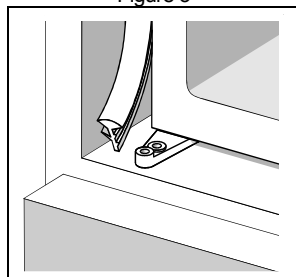

Figure 6
- Couvrez la fente à côté opposée de la porte avec le joint ajouté (Figure 6).